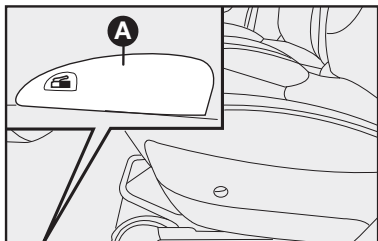

fig. 108
- Destruar a tampa de acesso ao bocal de abastecimento por dentro do veículo, através da alavanca **A-fig. 108**. Levantar a alavanca pela parte dianteira.